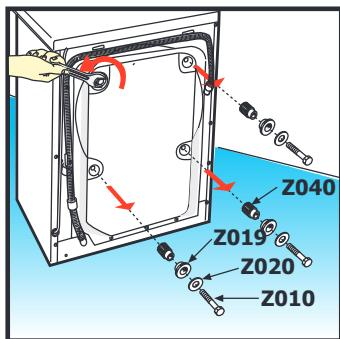

Fig. 1
- (a) Con una llave con cabeza hexagonal de 10 mm, quitar lo 4 tornillo **Z010** con la re pectiva arandela **Z2020**, lo ca quillo de lo eparadore **Z019**, lo eparadore de embalaje **Z040** (ver fig. 1).